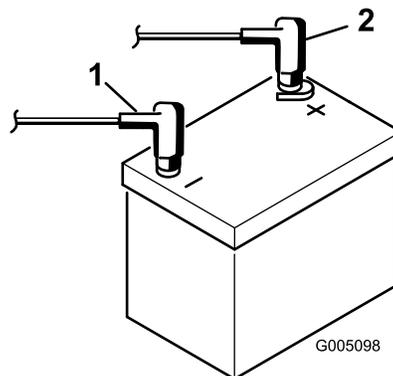

図 8
8. 赤いプラスケーブルをバッテリーのプラス端子に、黒いマイナスケーブルはバッテリーのマイナス端子にはめ、ボルトとナットで固定する **図 8**。ショート防止のために端子にゴムキャップをかぶせる。